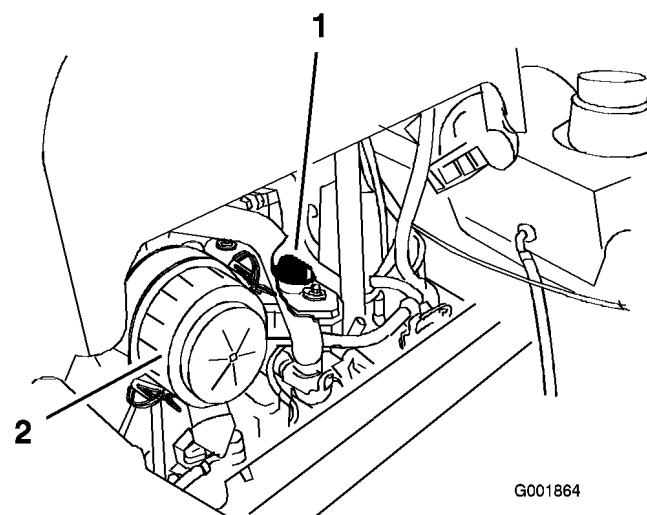

Bild 39
6. Nehmen Sie den Deckel des Einfüllstutzens oben am Motor ab (Bild 39). Das Öl läuft dann leichter ab.
2. Nehmen Sie den Deckel des Einfüllstutzens ab und ziehen Sie den Peilstab heraus (Bild 39).